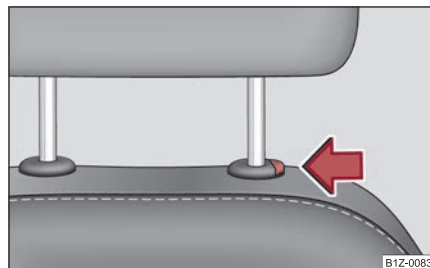

Fig. 80 Scoaterea tetierei
- Dacă doriți să împingeți tetiera în jos, trebuie să apăsați tasta de siguranță ⇒ fig. 80 și să o mențineți apăsată și cu cealaltă mână să apăsați tetiera în jos.
- Apăsați tasta de siguranță în sensul săgeții ⇒ pagina 78, fig. 80 și scoateți tetiera.